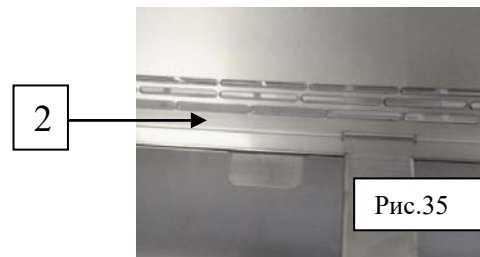

Рис.35
1. Чтобы удалить сегмент сетки нажмите на два выступа [2], рис.35, вниз и потяните на себя пока сетка не будет удалена .